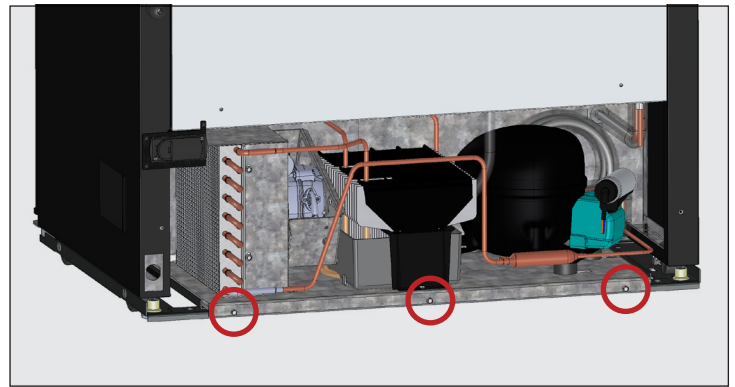

Abb. 4. Beispiel für die Positionen der Schrauben am Verflüssigersockel. Je nach Modell unterschiedlich.
5. Entfernen Sie die Schrauben des Verflüssigersockels. Siehe Abb. 4.